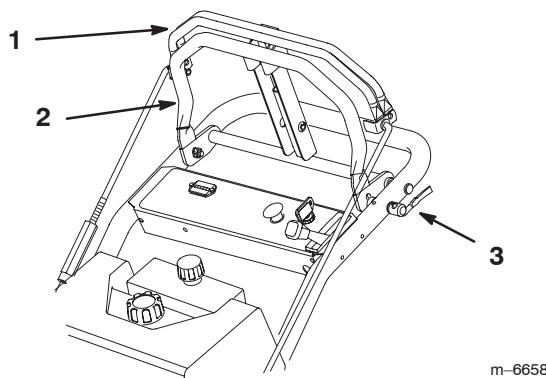

Bild 12
1. Stellen Sie die Schnelllöshebel in die entriegelte Stellung (Bild 12).
2. Schieben Sie den Anschlagbügel nach vorne oder hinten, um die gewünschte Geschwindigkeit einzustellen. Der Zeiger gibt die ungefährte Geschwindigkeit ein (Bild 12). Wenn Sie den Bügel ganz nach vorne schieben, beträgt die Geschwindigkeit ungefähr 10 km/h. Wenn Sie den Bügel in die Mitte schieben, beträgt die Geschwindigkeit ungefähr 5 km/h.
3. Stellen Sie die Schnelllöshebel in die verriegelte Stellung (Bild 12).
1. Drücken Sie zum Vorwärtsfahren den oberen Schaltbügel langsam gegen den Anschlagbügel (Bild 12).
2. Üben Sie zum Geradeausfahren einen gleichmäßigen Druck auf beide Enden des oberen Schaltbügels aus (Bild 12).
3. Reduzieren Sie zum Wenden den Druck auf die Seite des oberen Schaltbügels in der Richtung, in der Sie wenden möchten (Bild 12).
4. Stellen Sie den Anschlagbügel so ein, dass Sie eine komfortable voreingestellte Fahrgeschwindigkeit beibehalten (Bild 12).
5. Lassen Sie zum Anhalten den oberen Schaltbügel los, um beide Räder zu stoppen (Bild 12).
1. Ziehen Sie zum Rückwärtsfahren den Schaltbügel langsam nach hinten (Bild 12).
3. Reduzieren Sie zum Wenden den Druck auf die Seite der oberen Schaltleiste entgegen der Richtung, in die Sie wenden möchten (Bild 12).
4. Lassen Sie zum Anhalten den oberen Schaltbügel los, um beide Räder zu stoppen (Bild 12).
1. Lassen Sie zum Anhalten den oberen Schaltbügel los, um beide Räder zu stoppen (Bild 12).